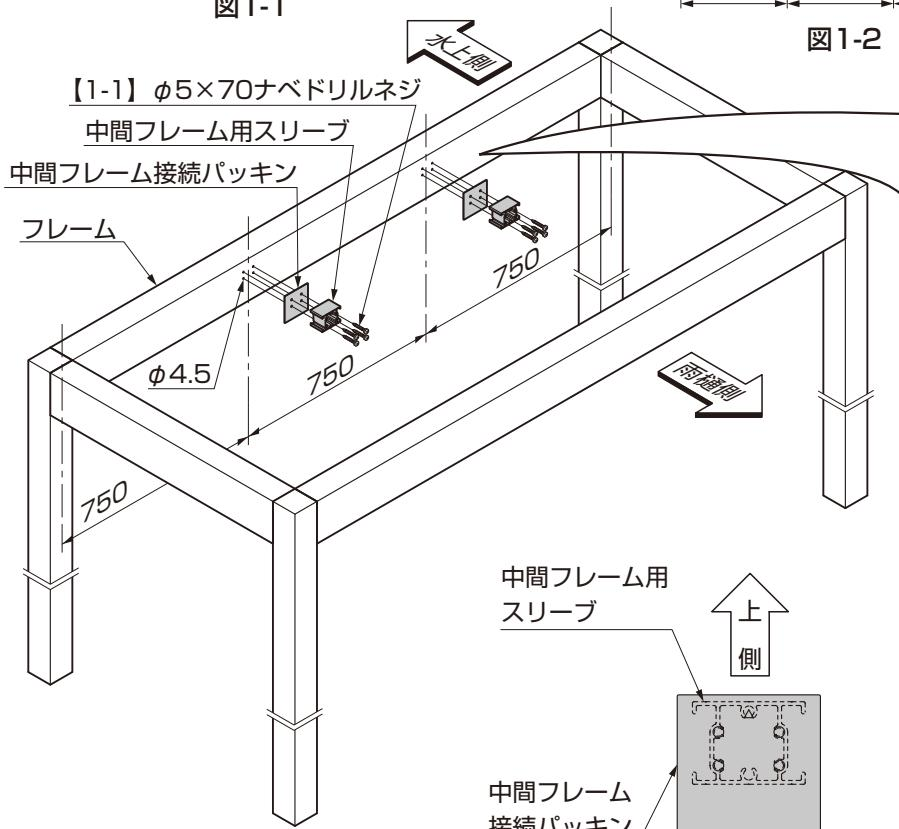

図1-4
③中間フレーム用スリーブをフレームに【1-1】で取付けてください。(図1-4参照)